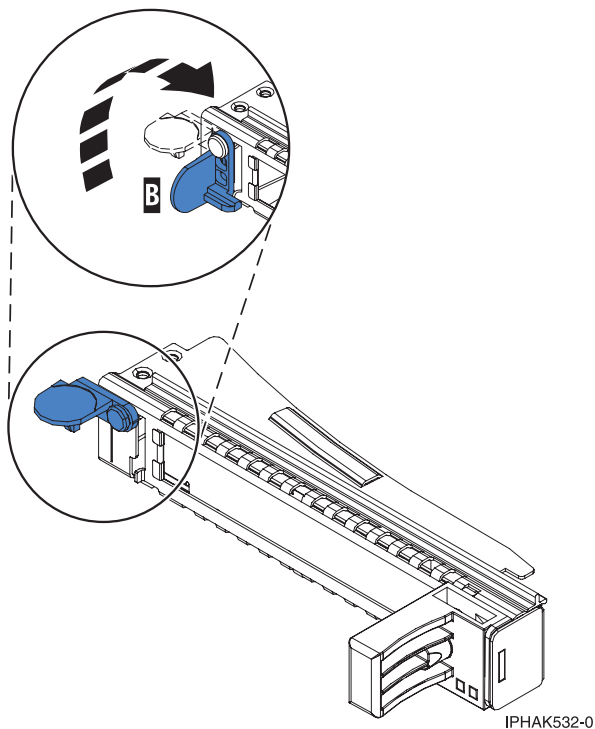

Abbildung 23. Kassettenhalteklammer öffnen
- b. Drehen Sie die Kassettenhalteklemme in die geöffnete Position. Siehe Abb. 23 auf Seite 22.